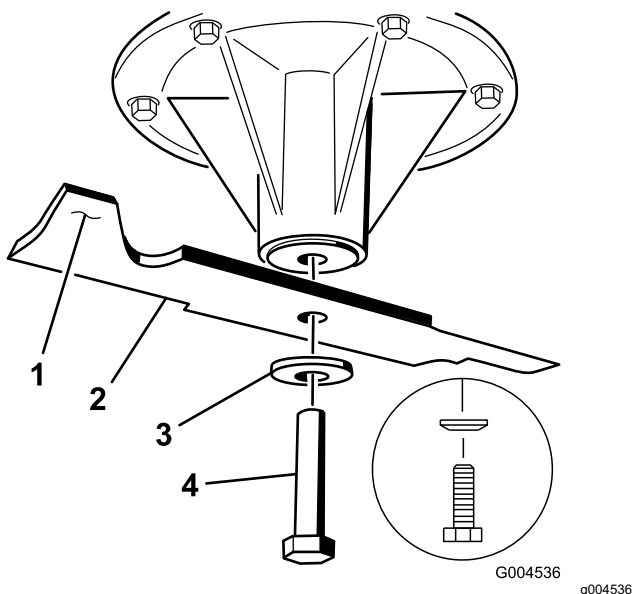
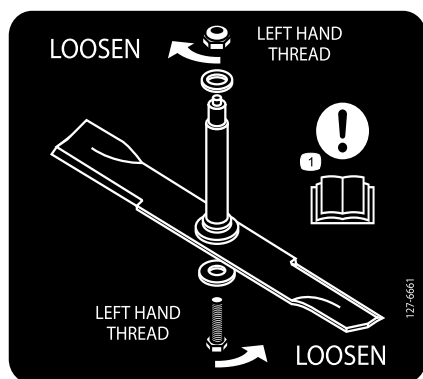

Figure 79
Figure 80
2. Enlevez des axes des lames gauche et centrale, le boulon de lame, la rondelle bombée et la lame (Figure 79).
3. Enlevez de l'axe, le boulon de la lame droite (fileté à gauche), la rondelle bombée et la lame (Figure 79).
Remarque: Notez le type de lame et sa position de montage. Voir la Figure 80 pour la position correcte.
Important: La lame droite de ce tablier de coupe est contrarotative et utilise un boulon à filetage à gauche. Reportez-vous à la Figure 80 pour positionner correctement les lames du tablier de coupe.
1. Reposez sur les axes, les lames gauche et centrale, les rondelles bombées et les boulons de lame (Figure 79 et Figure 80).
Remarque: Orientez le cône de la rondelle bombée vers la tête du boulon (Figure 79).
2. Posez sur l'axe, la lame droite, la rondelle bombée et le boulon de lame (fileté à gauche) (Figure 79 et Figure 80).